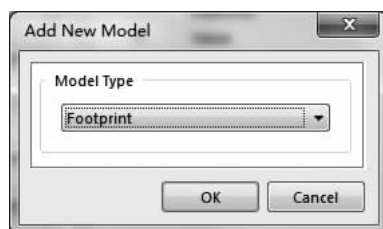

图 2-44 “Add New Model”对话框
(1)单击“Add”按钮,系统会弹出如图 2-44 所示的“Add New Model”对话框。